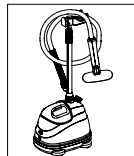

Figura 9
4. Desocupe el exceso de agua del recipiente retirando el tapón de drenaje (Figura 9) e inclinando la unidad.